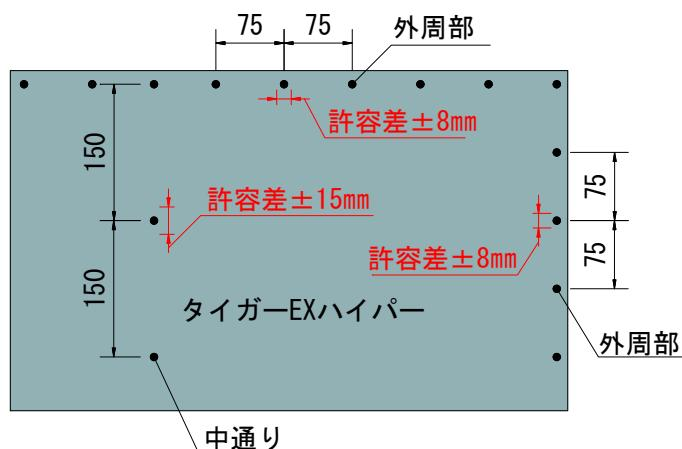

図2 マーキングからのずれの許容差について
- ・くぎ留め間隔は、外周部で 75mm (マーキングからのくぎのずれの許容差: $\pm 8mm$) 以下、中通りで 150mm (マーキングからのくぎのずれの許容差: $\pm 15mm$) 以下としてください (図 2 参照)。